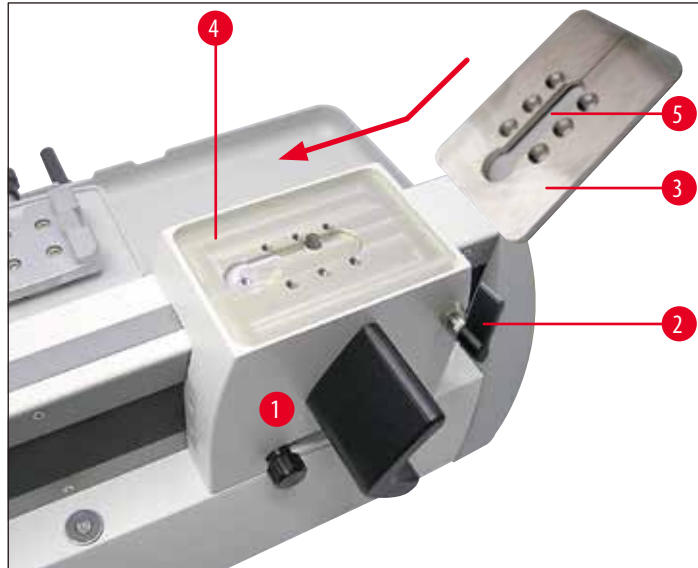

Рис. 15
- Установите пластину с пазами на поверхность зажима, как показано на (→ Рис. 15). Следите за тем, чтобы паз (→ Рис. 15-5) для установки держателя лезвия с круглым отверстием (→ Рис. 16-8) для установки тройника показывал вперед.